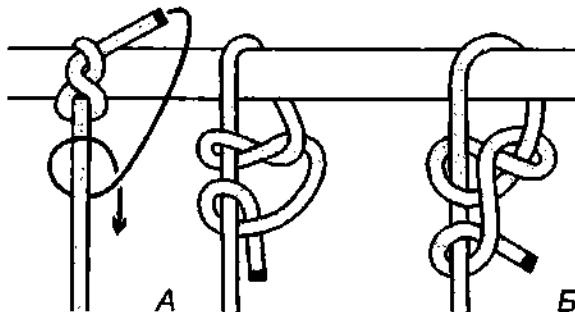

Рис. 543. А – коечный штык, завязанный из удавки «восьмёркой»; Б – коечный штык, завязанный из удавки «простым узлом».
**Коечный штык** – это удавка с одним шлагом и с одним контрольным полуштыком (рис. 543). Шлаги у **удавки** кладутся как по часовой, так и против часовой стрелки (см. **удавка-стопор**), поэтому **удавка** может быть связана из **восьмёрки** или **простого узла**.